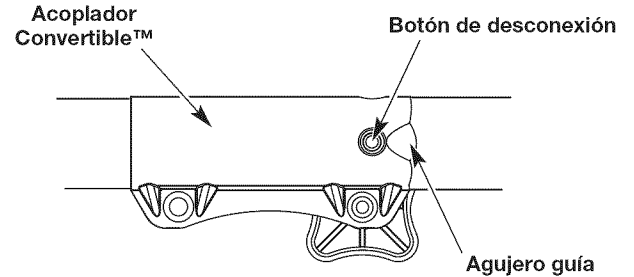

Fig. 4
**NOTA:** Alinear el botón de desconexión con el agujero guía facilitará la instalación (Fig. 4).
2. Oprima y sostenga el botón de desconexión (Fig. 4).